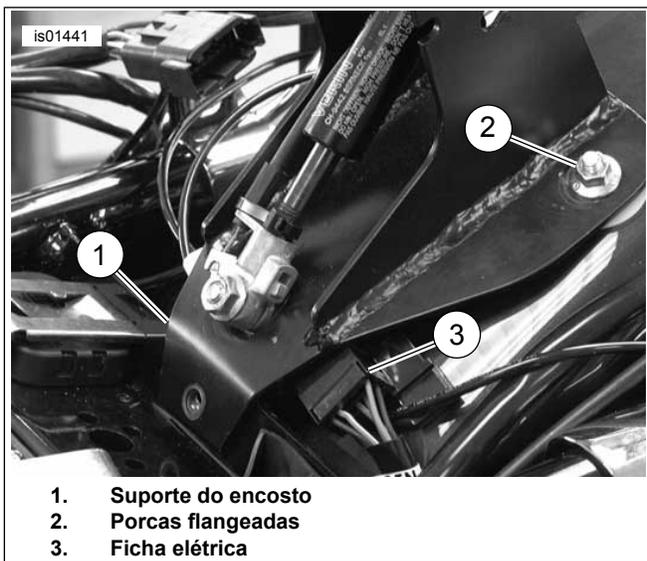

Figura 6. Fixe o suporte do encosto com o parafuso e as porcas flangeadas
3. Ver Figura 6. Faça deslizar o conector eléctrico (3) para evitar a interferência do suporte.